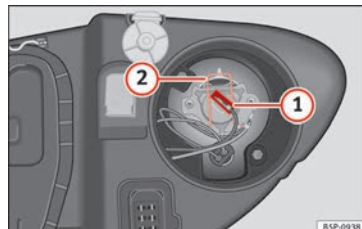

Fig. 181 Máximos.
- Retirar o conector » Fig. 181 ① da lâmpada.
- Pressione a mola de fixação » Fig. 181 ② pressionando-a para dentro e para a direita.